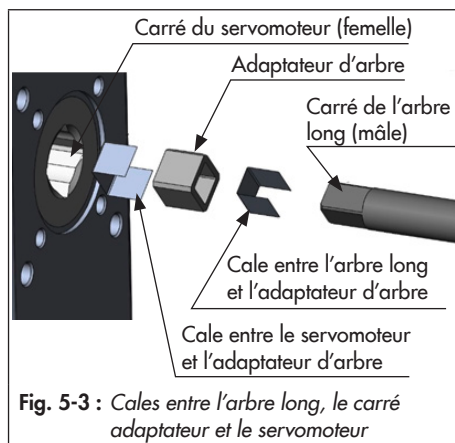

Fig. 5-3 : Cales entre l'arbre long, le carré adaptateur et le servomoteur
1. Placer la sphère (7) de la vanne en position FERMÉE (angle de rotation de 0°).
2. En fonction du diamètre nominal, visser l'arcade (2) sur la bride de l'arbre long (12) à l'aide de deux ou quatre vis.
3. Au besoin, emmancher l'adaptateur d'arbre sur l'arbre long (12). Faire
glisser le servomoteur sur l'adaptateur ou l'arbre long (12) et le visser sur l'arcade (2) à l'aide de quatre vis. Aucun jeu ne doit subsister/se créer entre le servomoteur et l'arbre long (12) (l'adaptateur, le cas échéant). Au besoin, placer de fines cales, cf. Fig. 5-3 et chap. « Accessoires » en « Annexe ».
4. Lorsque le servomoteur tourne dans le sens standard, régler la vis de butée B de sorte que la vanne soit entièrement fermée. Aligner alors les repères situés sur l'arbre long (12) et le fouloir (15).
1. Placer la sphère (7) de la vanne en position OUVERTE (angle de rotation de 90°).
3. Au besoin, emmancher l'adaptateur d'arbre sur l'arbre long (12). Faire glisser le servomoteur sur l'adaptateur ou l'arbre long (12) et le visser sur l'arcade (2) à l'aide de quatre vis. Aucun
jeu ne doit subsister/se créer entre le servomoteur et l'arbre long (12) (l'adaptateur, le cas échéant). Au besoin, placer de fines cales, cf. Fig. 5-3 et chap. « Accessoires » en « Annexe ».
4. Lorsque le servomoteur tourne dans le sens standard, régler la vis de butée A de sorte que la vanne soit complètement ouverte à 90°. Aligner alors les repères situés sur l'arbre long (12) et le fouloir (15).
7. Régler la vis de butée B de sorte que la sphère (7) soit complètement fermée. Aligner alors les repères situés sur l'arbre long (12) et le fouloir (15).